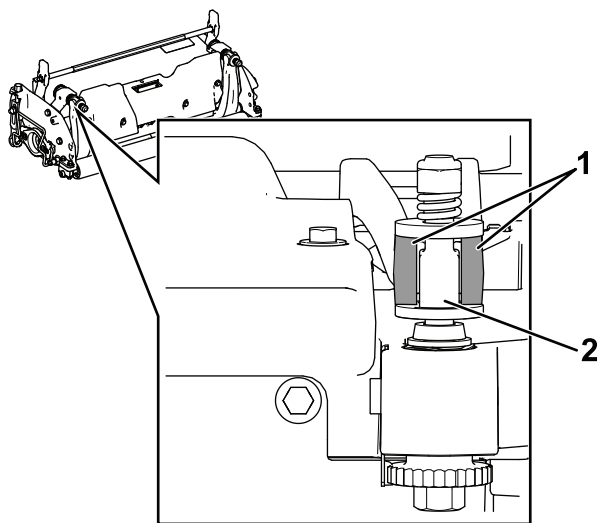

図 26
1. ベッドバー/ベッドナイフアセンブリを取り付け、固定用耳をワッシャーとベッドバー調整ネジ (図 26) の間に配置する。
重要 図 26に示すように、DPAアジャスターをベッドバーの耳の中央に配置する。